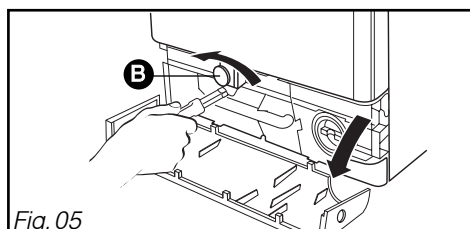

Fig. 05
- Dévissez, à l'aide d'une clé de 10, la vis de maintien de la **bride "avant"** **B** en plastique rouge (Fig. 05).